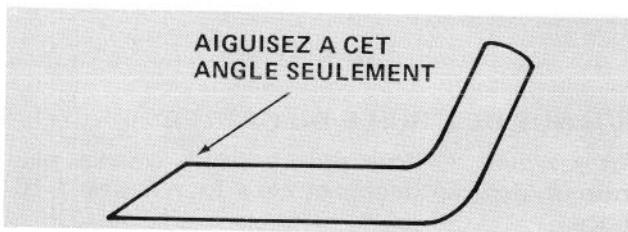

Figure 26
4. A l'aide d'une lime, aiguisez le taillant aux deux extrémités de la lame (Fig. 26).
AVIS IMPORTANT: Aiguisez le côté supérieur de la lame et maintenez l'angle de coupe d'origine pour assurer un taillant bien tranchant (Fig. 26). La lame restera équilibrée si vous enlevez la même quantité de métal aux deux extrémités de la lame.